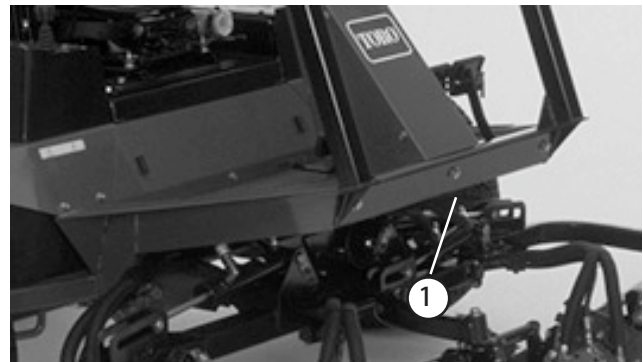

図 34
2. 前フレーム部材の中央部に、チェーンやロープなど適当な牽引索を取り付ける (図34)。